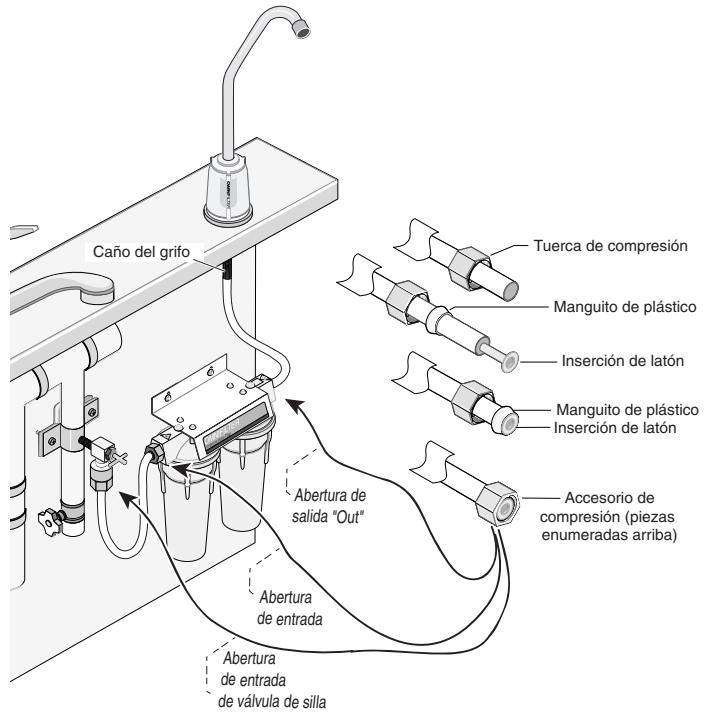

Figura 9
Termine de conectar la tubería. Consulte la Figura 9
d. Atornille el conjunto de tubos a cada una de las aberturas según se ilustra en la Figura 9.